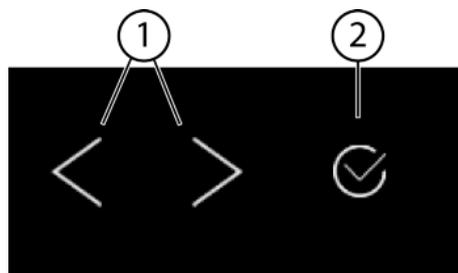
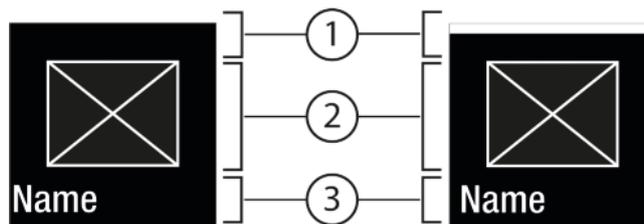
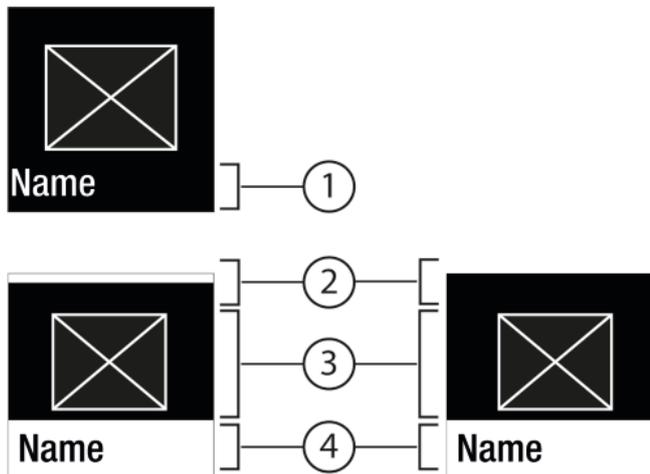

Fig. 5
Fig. 6
Fig. 7
- (1) Freccia di navigazione sinistra / destra (2) Conferma
Freccia di navigazione sinistra / destra Fig. 5 (1):
Conferma Fig. 5 (2):
- Navigare con la freccia di navigazione sinistra / destra Fig. 5 (1).
- Con Conferma Fig. 5 (2) attivare / disattivare la funzione Fig. 6 (1) / impostazione Fig. 6 (1).
- Con Conferma Fig. 5 (2) richiamare il sottomenu Fig. 7 (4).
- Impostare un valore nuovo: Con Conferma Fig. 5 (2) selezionare un valore disattivato Fig. 6 (1).
- Ritorno al menu: Con Conferma Fig. 5 (2) selezionare un valore già attivato Fig. 6 (2).
- Premere le frecce di navigazione Fig. 5 (1) fino a visualizzare la .
- Premere Conferma Fig. 5 (2).
- Premere le frecce di navigazione Fig. 5 (1) fino a visualizzare la funzione.
- Selezionare il valore di impostazione con le frecce di navigazione Fig. 5 (1).
- ▷ Stato: attivato Fig. 6 (1) è visualizzato brevemente nel sottomenu Fig. 7 (4).
- ▶ Premere le frecce di navigazione *Fig. 5 (1)* fino a visualizzare Impostazioni .
- ▶ Premere Conferma *Fig. 5 (2)*.
- ▶ Premere le frecce di navigazione *Fig. 5 (1)* fino a visualizzare l'impostazione desiderata.
- ▶ Premere Conferma *Fig. 5 (2)* per 3 secondi.